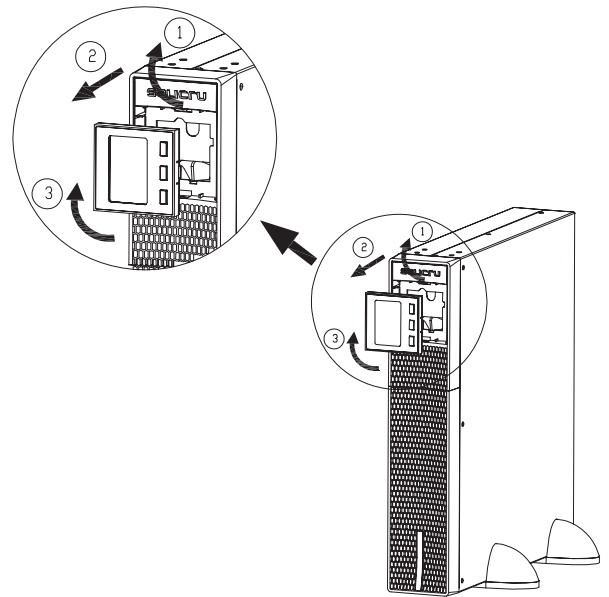

Fig. 7. Rotación del panel de control con display LCD sobre el embellecedor plástico del frontal.
- Originalmente de fábrica el equipo está previsto para su instalación como rack. Para facilitar la lectura de los mensajes del display cuando el equipo se instale verticalmente, se aconseja rotar 90° el panel de control en sentido horario (ver Fig. 7).